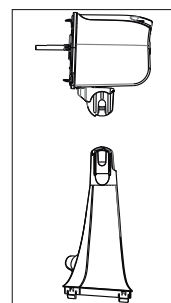

Figura 01
1. Posicionar a haste sobre uma superfície plana e estável, posicionar a unidade motor sobre a haste conforme figura 01.